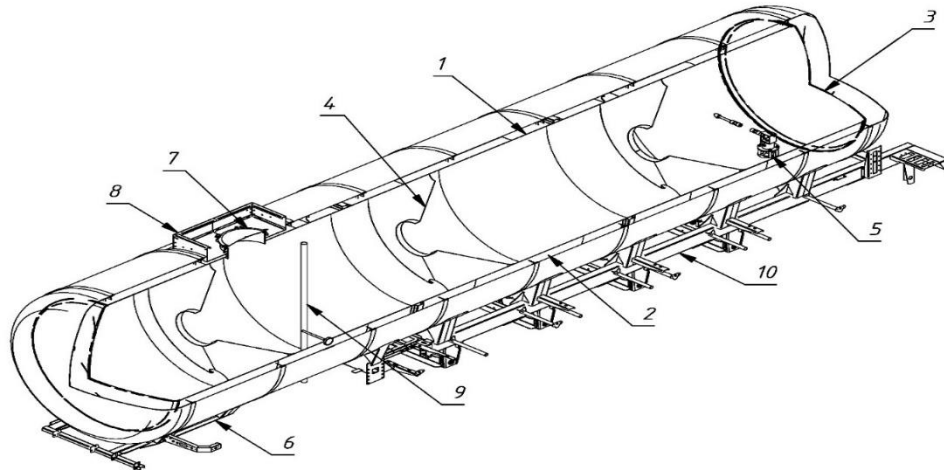
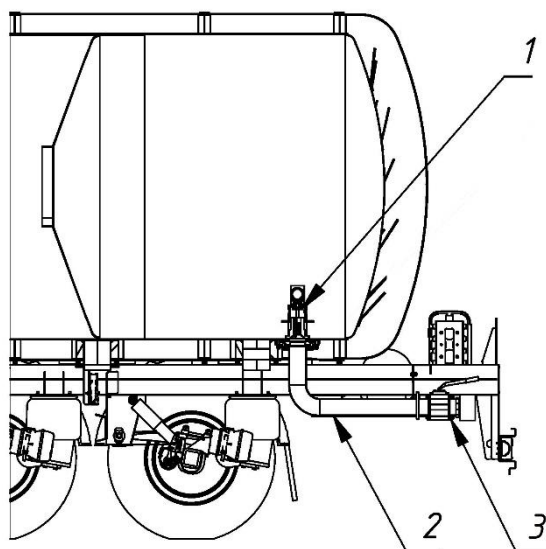

Рис. 2.6 – Цистерна полуприцепа
Рис. 2.8 – Трубопровод слива нефтепродукта
Цистерна полуприцепа показана на рис. 2.6 и представляет собой металлический сварной корпус (1), толщиной не менее 4 мм, имеет форму цилиндра постоянного или переменного сечения. Наружная часть цистерны обшита утеплителем, который сверху закрыт листами из оцинкованной стали толщиной 0,8 мм. Возможно исполнение цистерны без утепления и наружной обшивки. Корпус цистерны является несущей конструкцией, включающей в себя обечайки, радиусные торцевые стенки (3), волнорезы (4), которые служат для придания корпусу жесткости и уменьшения гидравлических ударов при изменении скорости полуприцепа. В нижней задней части цистерны вварен фланец (5) для подсоединения сливной арматуры и донного клапана (см. рис. 2.8).
Трубопровод слива нефтепродукта показан на рис. 2.8 и служит для слива нефтепродукта из цистерны. Трубопровод проложен от донного клапана (1) в задней части полуприцепа. На конце трубопровода приварен фланец, к которому с помощью болтового соединения установлен кран шаровый (3). Это позволяет легко демонтировать кран для технического обслуживания или замены. Кран шаровый имеет присоединительные штуцера-наконечники со съемными защитными крышками.
Донный клапан (1) (см. рис. 2.8) механический расположен внутри цистерны с ручным приводом. Рукоятка привода расположена с правой